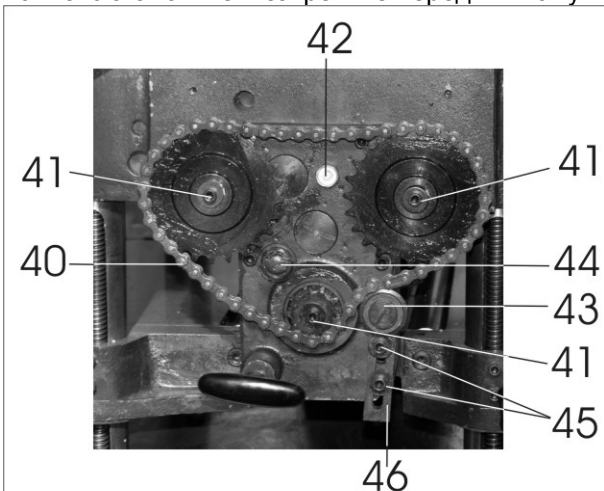

Рис.13
10.3. Регулировка натяжения цепи механизма автоматической подачи заготовки (Рис.13)